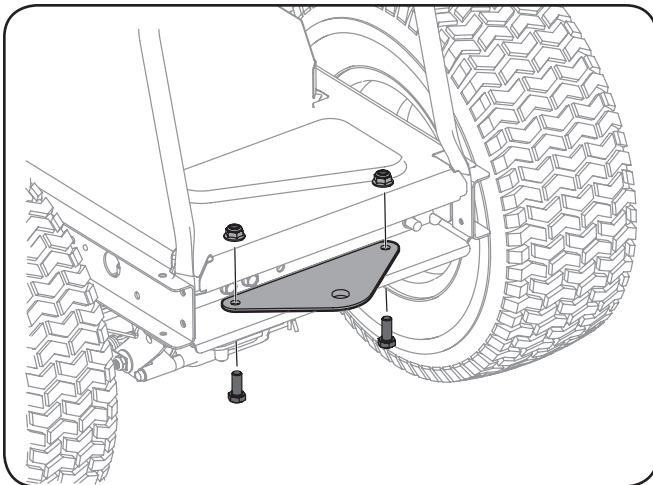

Figura 3-11
1. Retire la placa de enganche instalado de fábrica montaje en la parte trasera del tractor. Vea la figura 3-11.
2. Coloque la placa de enganche, embalada con las piezas sueltas, con el lado plano hacia arriba como se muestra en la figura 3-11. Sujete con los dos pernos y tuercas hexagonales retiradas.